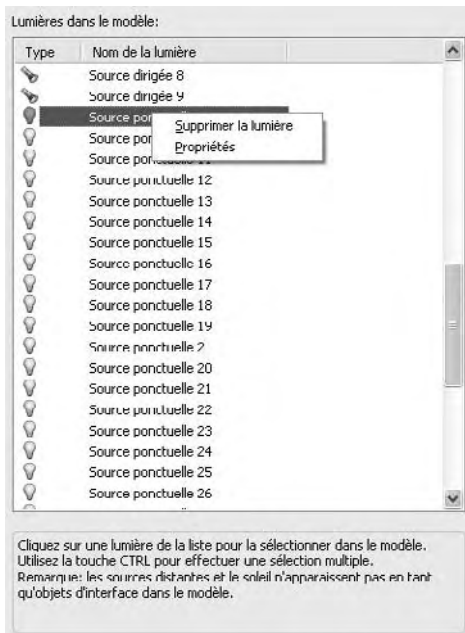

Fig.14.39
- 2 Sélectionnez et supprimez toutes les lumières ponctuelles (fig.14.39).